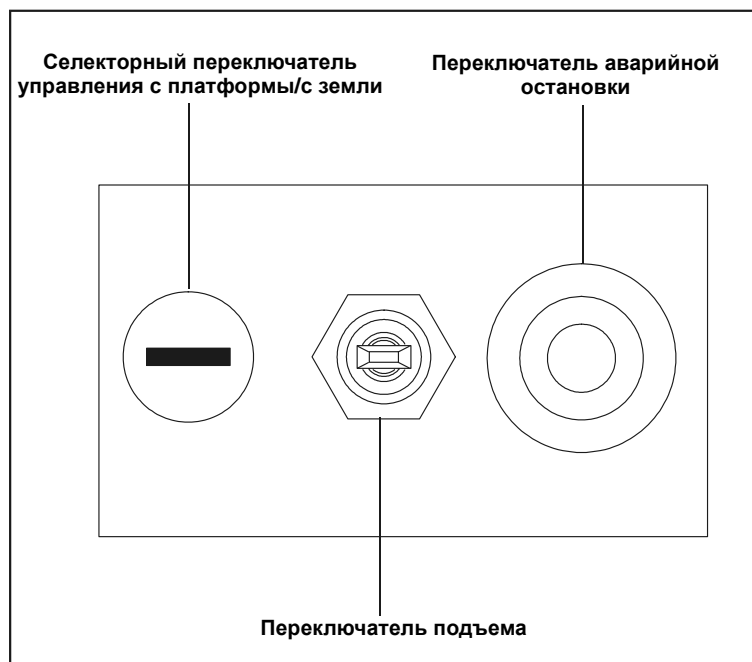

Рис. 3-1. Пульт управления с земли
Аварийный звуковой сигнализатор наклона активируется аварийным переключателем наклона, когда шасси находится на склоне. Угол наклона для каждой модели см. на Рис. 3-1, Наклон.
8. Сигнальная лампочка наклона (при наличии таковой). Красная сигнальная лампочка на панели блока управления загорается, когда шасси находится на склоне. Угол наклона для каждой модели см. на Рис. 3-1, Наклон.
10. **Аварийный звуковой сигнализатор наклона** (при наличии такового) - Аварийный звуковой сигнализатор наклона активируется аварийным переключателем наклона, когда шасси находится на склоне. (Надлежащий угол наклона см. на Рис. 3-1, Наклон). Если машина оснащена удлинителем деки с механическим приводом, звуковой сигнализатор активируется при выдвигании или втягивании удлинителя.
11. **Сигнальная лампочка наклона (красная)** (при наличии таковой) - Сигнальная лампочка наклона на панели сенсорных переключателей загорается, когда шасси находится на крутом склоне. (Надлежащий угол наклона см. на Рис. 3-1, Наклон).